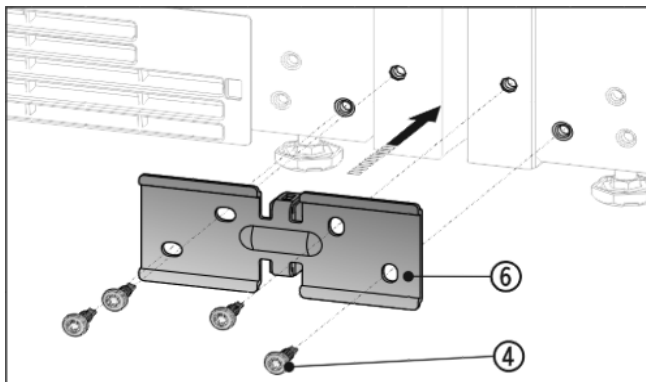

Fig. 8
- ▶ Надвинуть угол Fig. 8 (6) с помощью распорной детали между устройствами и слегка прикрутить 4 винтами Fig. 8 (4).